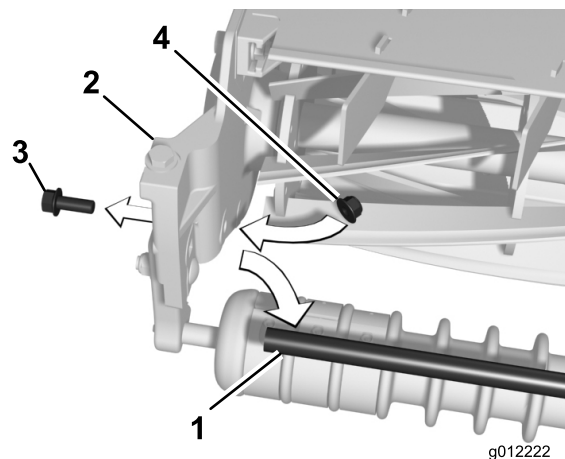

Figura 11
1. Desenrosque los 2 pernos con arandela prensada que sujetan el tubo de refuerzo a las chapas laterales de la unidad de corte (Figura 11). Retirada del tubo de refuerzo.
2. Sujete los pernos con arandela prensada a las chapas laterales de la unidad de corte con las 2 contratuercas con arandela prensada (3/8") incluidas (Figura 11).